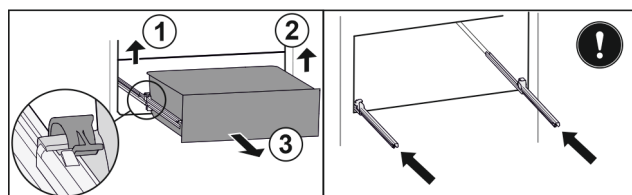

Fig. 27*
- ▶ Podnieść lewy zacisk i wysunąć jednocześnie szufladę po lewej do przodu Fig. 27 (1).*
- ▶ Podnieść prawy zacisk i wysunąć jednocześnie szufladę po prawej do przodu Fig. 27 (2).*
- ▶ Wyjąć szufladę do przodu Fig. 27 (3).*